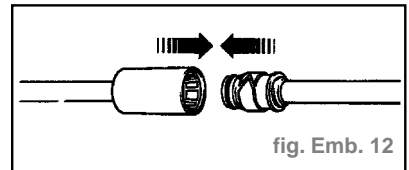

fig. Emb. 12
- Connecter les raccords rapides. (fig. Emb. 12)